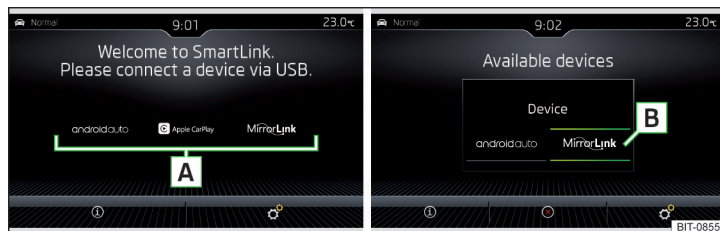

Fig. 218 Meniul principal: nicio conexiune/exemplu de conexiune activă
Suprafețe de comandă funcții » fig. 218
► În meniul principal SmartLink selectați tipul sistemului de comunicație **A** » fig. 218, dacă este cazul selectați dispozitivul extern racordat **B** » fig. 218.